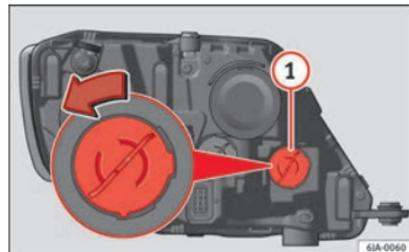

Fig. 94 Sostituzione della lampadina degli indicatori di direzione.
- Girare il portalampana » **fig. 94** ① in senso antiorario e toglierlo.